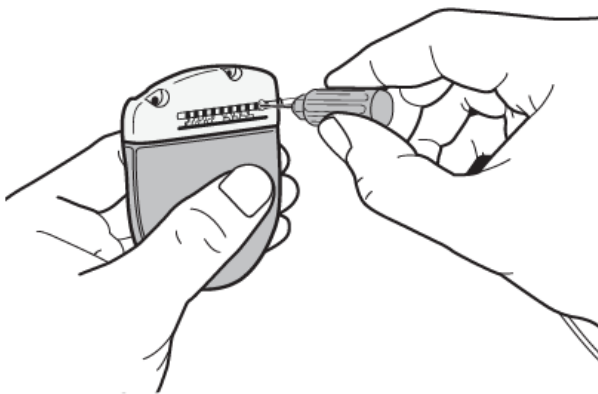

Рисунок 29. Введение динамометрического ключа в коллектор ИГИ
6. Проведите динамометрический ключ через прорезь в перегородке, расположенной сбоку коллектора ИГИ (рисунок 29).